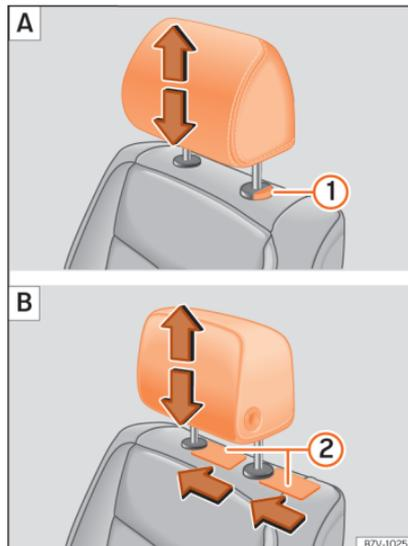

Abb. 156 A: Einbau der Kopfstützen ohne Möglichkeit der Längsverstellung, B: Einbau der Kopfstützen mit Möglichkeit der Längsverstellung.
- Bei vollständig eingedrücktem Knopf die Kopfstütze entnehmen »» » **Abb. 156** ① **A**.